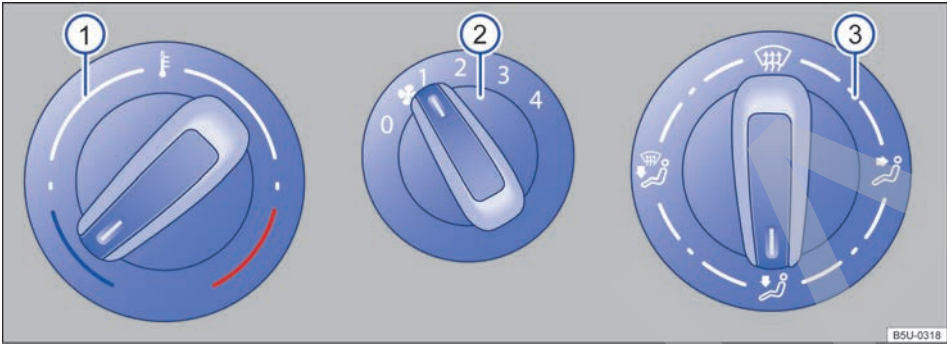
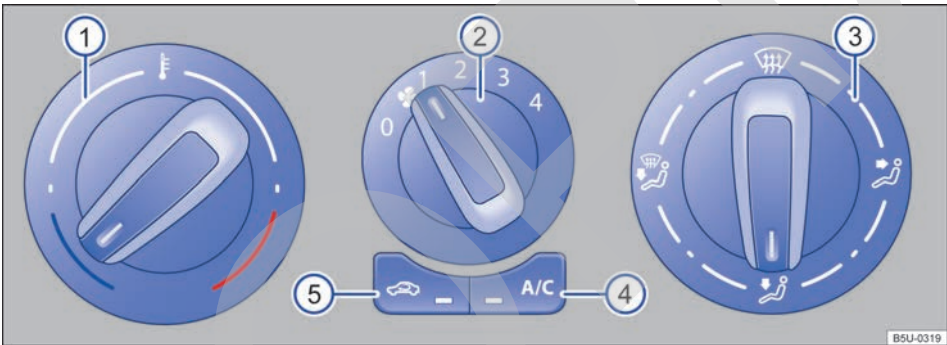

Fig. 87 Comandos del sistema de ventilación y calefacción.
Fig. 88 Comandos del aire acondicionado.
Comandos	Información complementaria del sistema de calefacción y ventilación → fig. 87 y aire acondicionado → fig. 88.
- En vehículos con sistema de calefacción, girar el regulador de temperatura → fig. 87  totalmente hacia la derecha, a la posición máxima de calefacción.
- Girar el botón de distribución de aire → fig. 88 ③ a la posición , en esta posición el modo de recirculación de aire se apaga automáticamente.
- Girar el botón del ventilador ② al nivel 3 o 4.
- Girar el regulador de temperatura ① a la posición deseada.